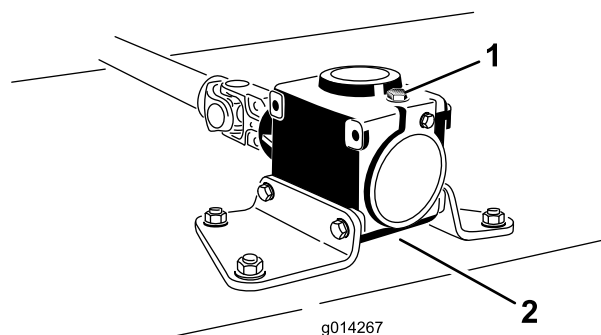

Figura 18
6. Retire a vareta/tampão de enchimento da parte superior da caixa de velocidades (Figura 18) e verifique se há lubrificante entre as marcas da vareta.
6. Retire a vareta/bujão de enchimento da parte de cima da transmissão (Figura 18).